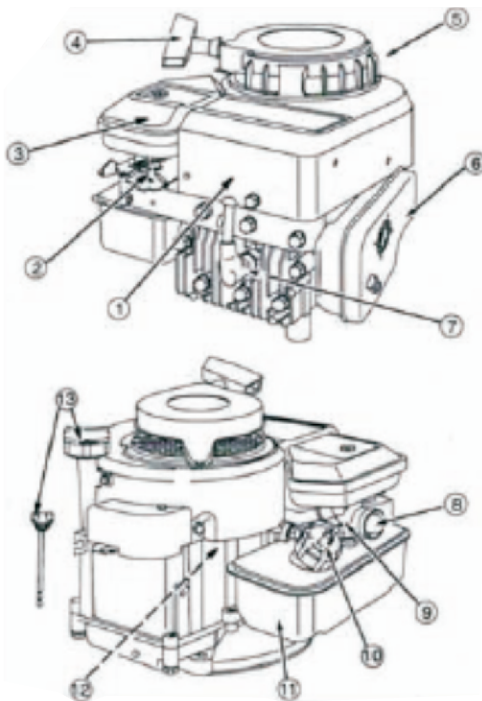

рис. 3
Основным элементом газонокосилки является 4-х тактный двигатель внутреннего сгорания (1), с вертикальной осью коленвала и его основные части: (2) - рычаг дросселя; (3) - фильтр воздушный; (4) - стартер ручной; (5) -ограждение; (6) - глушитель; (7) - свеча зажигания; (8) - кнопка топливного насоса; (9) - карбюратор; (10) - пробка бензобака; (11) - бензобак; (12) - корпус двигателя; (13) –маслоналивная горловина. см. рис. 3.